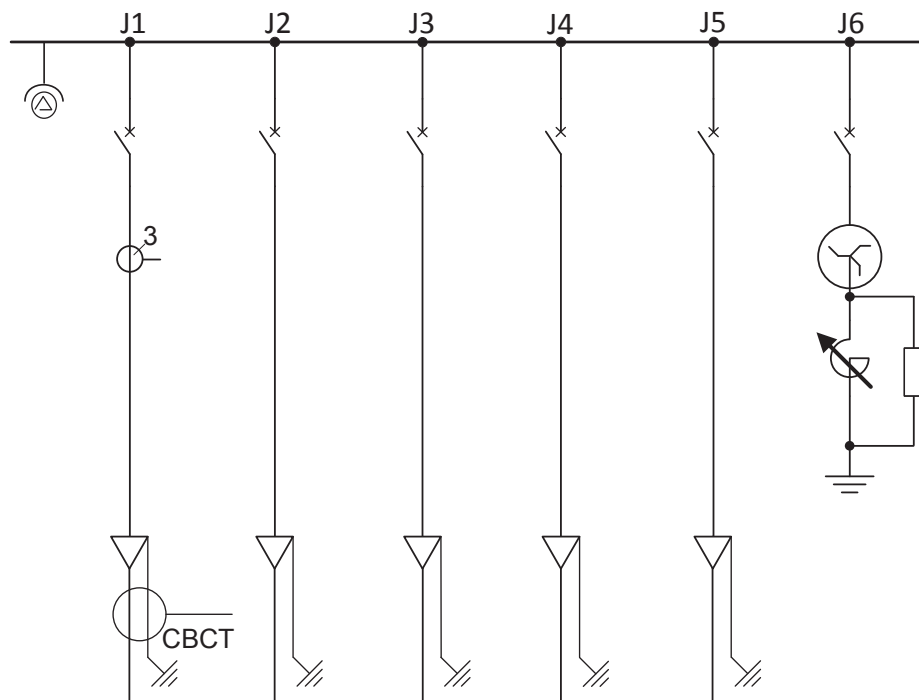

Abb. 9: Übersichtsschaltbild des Beispielfalls
Als Beispiel für die Erläuterung der Anwendung von MFADPSDE wird ein allgemeines Netz herangezogen. Abbildung 9 zeigt eine repräsentative Netzwerkkonfiguration (20 kV, 50-Hz-System) mit fünf zentral an der Station kompensierten Einspeisern. Das Netzwerk hat einen Resonanzstrom bei 50 A und ist überkompensiert bei 5 A. Ein dauerhaft verbundener Parallelwiderstand in der Hilfsstromwicklung der Petersenspule schleift 8,6 A des Widerstandsstrom bei Primärspannung ein. Die natürlichen Verluste des Netzwerks entsprechend ungefähr 2,4 A. Die Restspannung im gesunden Zustand U_0 sind 5 % der nominalen Leiter-Erde-Spannung.
Der Beispielfall konzentriert sich auf den Multifrequenz admittanzbasierten Erdfehlerschutz von Einspeiser J1. Andere Einspeiser lassen sich mit denselben Einstellungen mit MFADPSDE in vergleichbarer Weise schützen. Abbildung 9 zeigt einen kernsymmetrischen Stromwandler (CBCT) (empfohlene Klasse: 0.5S/5P10, 1VA) für die Messung des Summenstroms I_0 von Einspeiser J1 und Phasen-Stromwandlern (CT) und Spannungswandlern (VT) in offener Dreieckschaltung für die Messung des Summenstroms U_0 . Mit den Phasen-Stromwandlern im Beispielfall wird der berechnete Summenstrom ermittelt, der für den Doppelerdschlusschutz benötigt wird. Zum Schutz der einzelnen Einspeiser sollten vergleichbare Anordnungen für die Messung von Summenstrom, Leiterströmen und Restspannung mit Relais (in der Abbildung nicht dargestellt) gewählt werden.